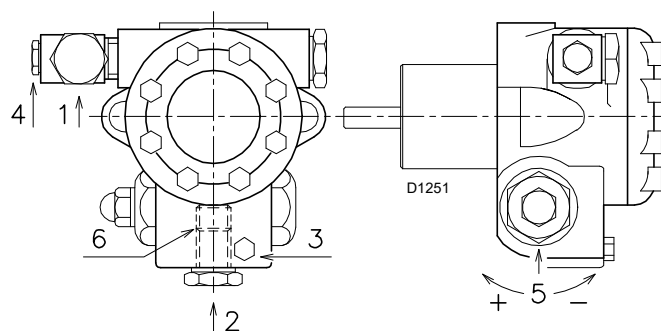
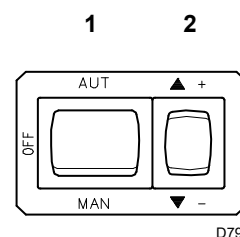

Fig. 25
Fig. 26
Legenda (Fig. 25)
- Perché la pompa (Fig. 25) possa autoinnescarsi è indispensabile allentare la vite 3)(Fig. 25) della pompa per sfiatare l'aria contenuta nel tubo di aspirazione.
- Avviare il bruciatore chiudendo i dispositivi di controllo, con l'interruttore 1)(Fig. 26) in posizione "MAN" e con il commutatore 10)(Fig. 6) in posizione "OIL".
- Quando il gasolio fuoriesce dalla vite 3)(Fig. 25) la pompa è innescata. Fermare il bruciatore: interruttore 1)(Fig. 26) in posizione "OFF" ed avvitare la vite 3)(Fig. 25).